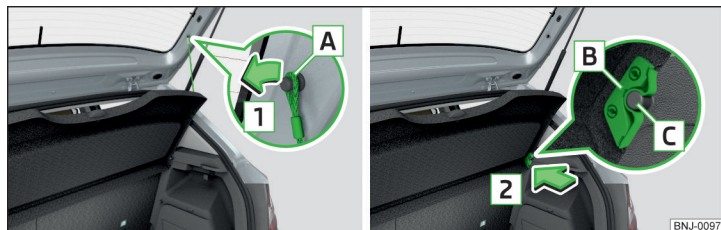

Fig. 95 Estrazione della cappelliera
Se i nastri di fissaggio **A** » fig. 95 sono agganciati al portellone bagagliaio, all'apertura di quest'ultimo verrà sollevata anche la cappelliera del bagagliaio (di seguito solo cappelliera).
- Sganciare su entrambi i lati del portellone bagagliaio i nastri di fissaggio **A** in direzione della freccia **1** » fig. 95.
- Gli alloggiamenti **B** sulla cappelliera devono trovarsi sopra i perni **C** » fig. 95.
Nella parte anteriore, gli alloggiamenti **B** » fig. 95 a pag. 80 della cappelliera devono innestarsi completamente nei perni del rivestimento laterale. Nella parte posteriore, la cappelliera deve essere fissata su entrambi i lati sotto il bloccaggio.